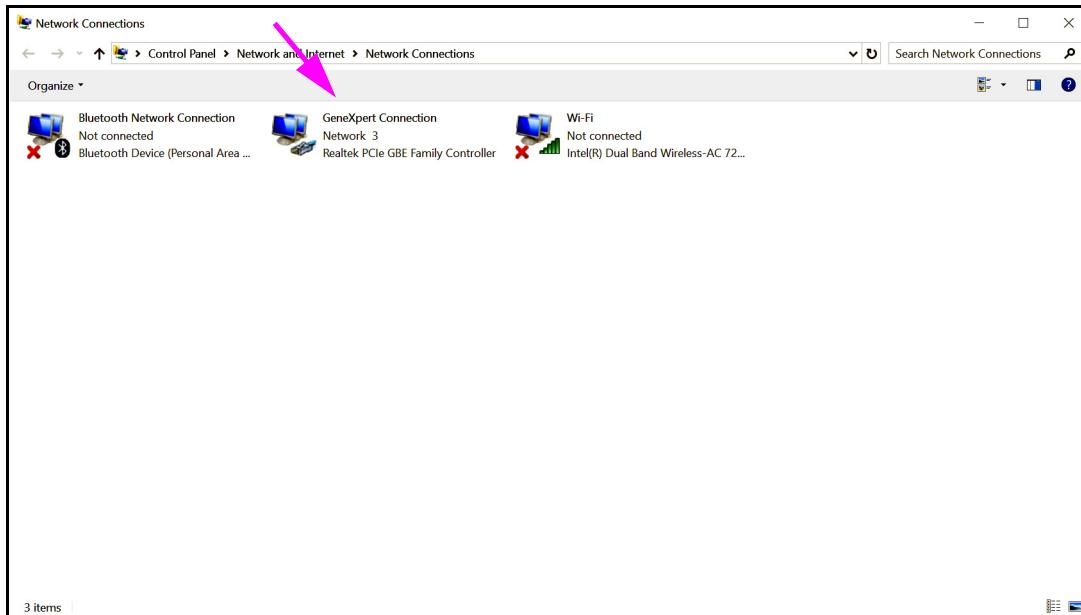

Figura 2-46. Schermata Network Connections (Conessioni di rete)
5. Fare clic su **Change adapter settings (Modifica impostazioni scheda)**. Viene visualizzata la schermata Network Connections (Conessioni di rete). Vedere la Figura 2-46.